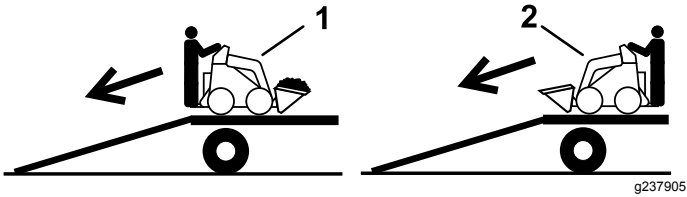

Figura 14
2. Descargue la máquina del remolque por la rampa con el extremo más pesado hacia arriba, y la carga en la posición más baja posible (Figura 14).